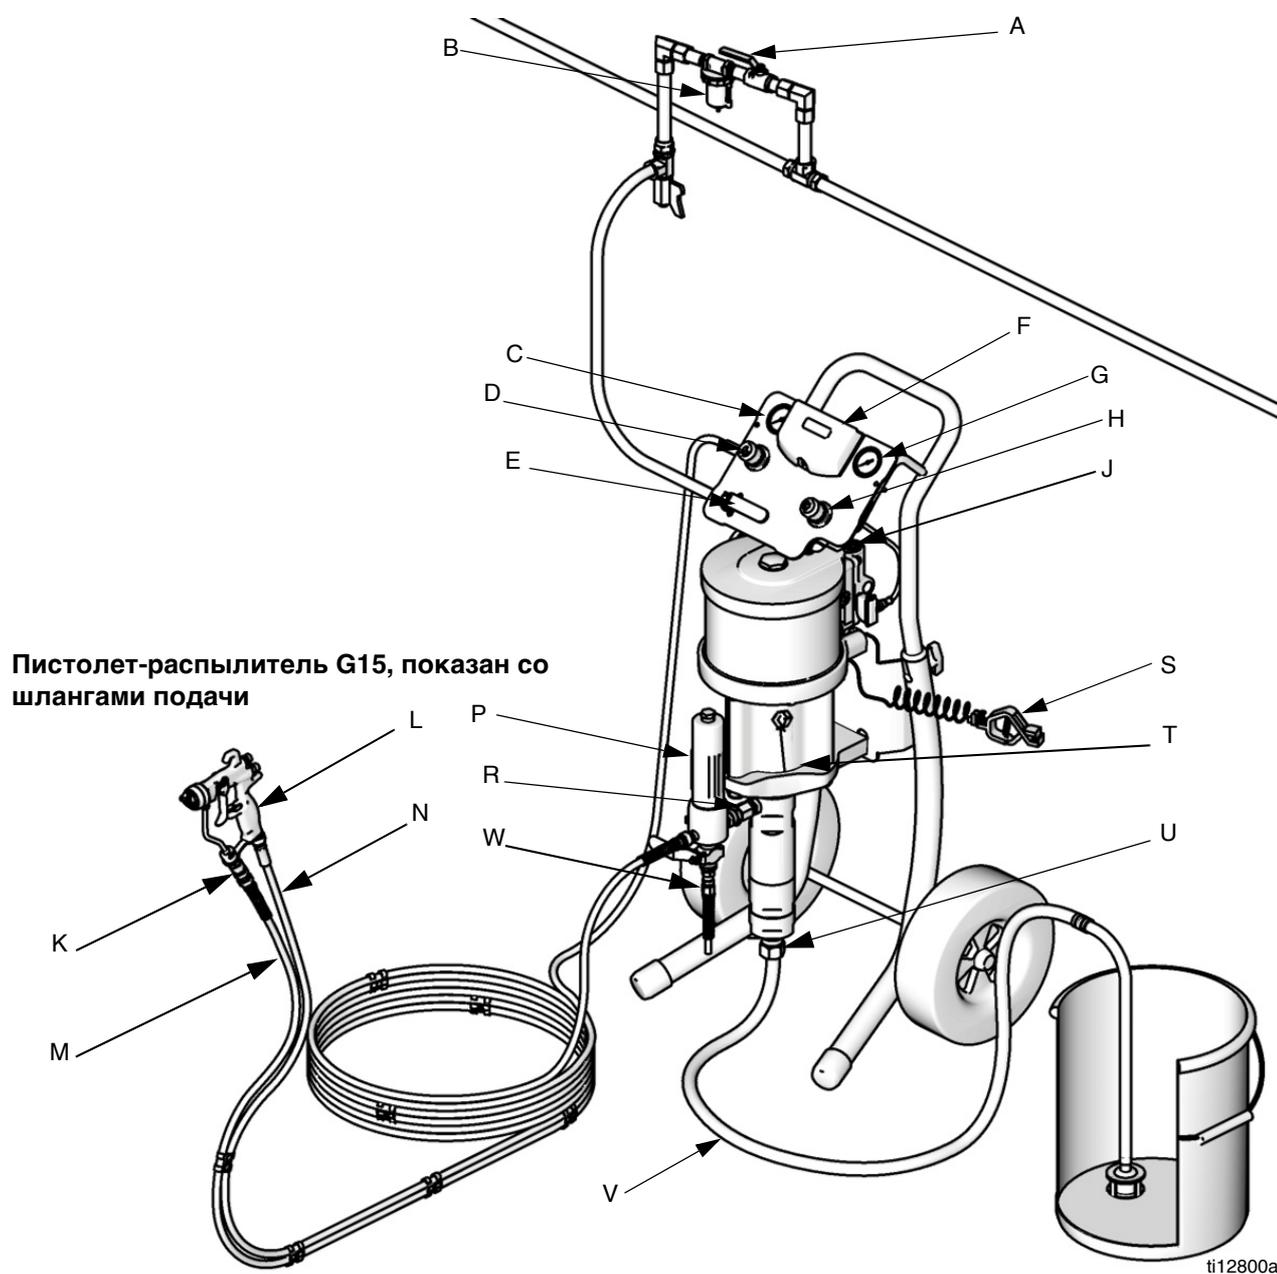

Рис. 1. Типовая установка (аппарат может не включать все показанные позиции)
На Рис. 1 приведены рекомендации по выбору и установке компонентов системы и аксессуаров. Свяжитесь с дистрибьютором Graco для помощи в проектировании системы, соответствующей вашим специфическим потребностям.
См. Рис. 1. **Набор компонентов зависит от заказанного аппарата.** См. таблицы на стр. 6–14. Аппарат может включать указанные ниже компоненты.
Перечисленные ниже принадлежности устанавливаются в указанном на Рис. 1 порядке. При необходимости используются переходники.
1. См. Рис. 1. Прикрепите конец синего шланга подачи жидкости (M) к выпускному отверстию насоса (R) или фильтра (P).
2. Присоедините один конец шланга подачи воздуха (N) к регулятору подаваемого в пистолет-распылитель воздуха (D).
3. Прикрепите другой конец шланга подачи воздуха (N) к впускному отверстию для воздуха у основания пистолета-распылителя (L).
4. Подключите вертлюг пистолета-распылителя (K) ко впускному отверстию для подачи жидкости.
5. Прикрепите другой конец синего шланга подачи жидкости (M) к пистолету-распылителю.
2. См. Рис. 1. Закройте главный воздушный кран стравливающего типа (D).
1. См. Рис. 1. Заблокируйте пусковой курок пистолета-распылителя. Снимите с пистолета (L) защитное устройство наконечника и распылительный наконечник. См. руководство к пистолету-распылителю.
2. Закройте регулятор воздуха, подаваемого в пистолет-распылитель (D) и насос (H), повернув ручки против часовой стрелки и снизив тем самым давление до нуля. Закройте воздушный кран стравливающего типа (E). Также убедитесь в том, что все дренажные клапаны закрыты.
3. Подключите линию подачи воздуха к воздушному клапану стравливающего типа (D).
6. Плотно прижмите металлическую часть пистолета-распылителя (L) к боковой поверхности заземленной металлической емкости, разблокируйте пусковой курок и оставьте его в открытом положении.
8. Откройте воздушный кран стравливающего типа (E). Медленно поверните по часовой стрелке регулятор подачи воздуха (H) в насос, увеличивая давление до тех пор, пока насос не запустится.